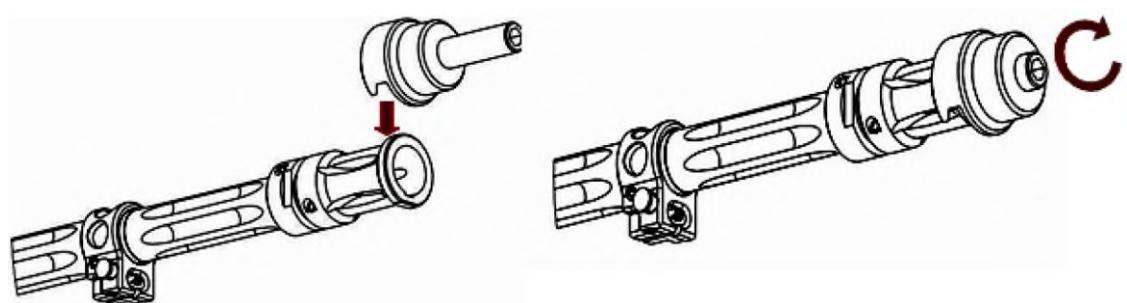

Рисунок 2.40 – Кріплення пристрою
1. Одягти пристрій на фланець дульного зрізу (рисунок 2.40);